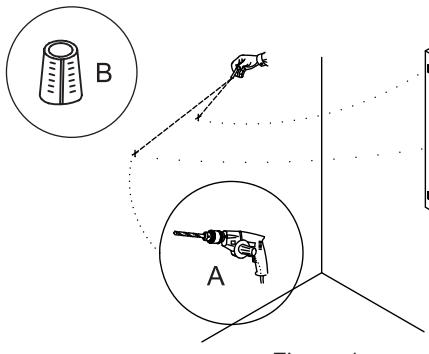

Figura 1
**1:** 1) Elija la ubicación del espejo. 2) Marque la posición de los tornillos en la pared, asegurándose de que queden a nivel. Figura 1. Se recomienda instalar el espejo sobre al menos un montante de pared. Para localizar los montantes de pared, puede utilizar un detector de montantes (no se incluyen) o dar golpecitos en la pared hasta encontrar un punto que suene a superficie maciza. Si no localiza ningún montante de pared, se recomienda utilizar anclas de expansión de pared (B - no se incluyen) para fijar el espejo a la pared.